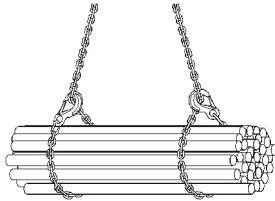

Bild 12: enkelt surrad i motsatt riktning
- För att lasten inte ska rulla iväg första gången den lyfts upp måste de surras i samma riktning (se bild 12 och 13).